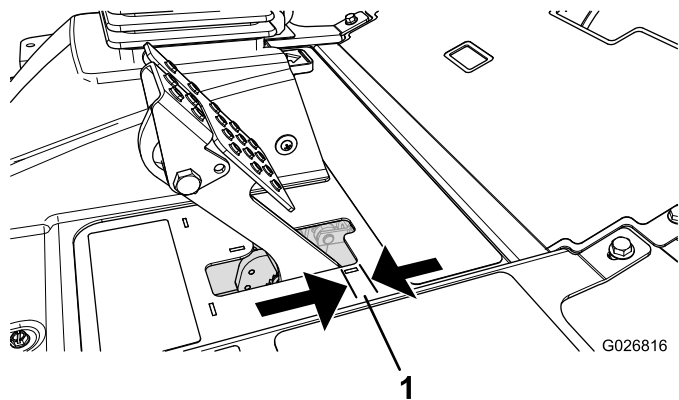

図 94
ブレーキペダルの「遊び」が 25 mm 以上となったり、強く踏み込まないとブレーキの効きが悪いと感じられるようになったら、調整を行ってください 図 94。遊びとは、ブレーキ・ペダルを踏み込んでから抵抗を感じるまでのペダルの行きしりを言います。
2. 後ナットを締めてケーブルを後方に移動させて、ホイールがロックする前のブレーキペダルの遊びが 6.3-12.7 mm なるように調整する 図 94。